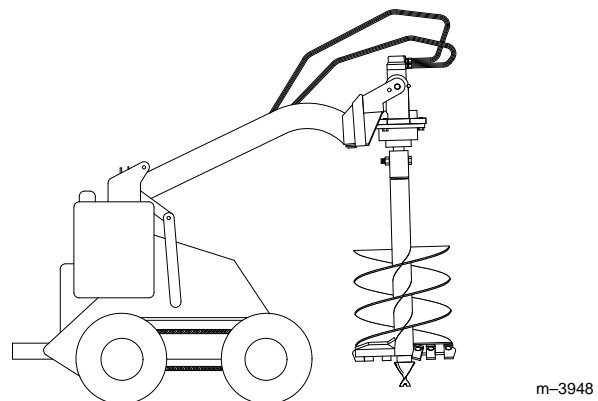

Abbildung 8
11. Den Bohrer vom Boden abheben (Abb. 8).
12. Wenn der Bohrer senkrecht ist, die Zusatzvorrichtungslatte nach hinten kippen, bis der Antriebskopf die Platte berührt, damit der Bohrer stabilisiert wird und nicht frei hin- und herschwingen kann (Abb. 8).